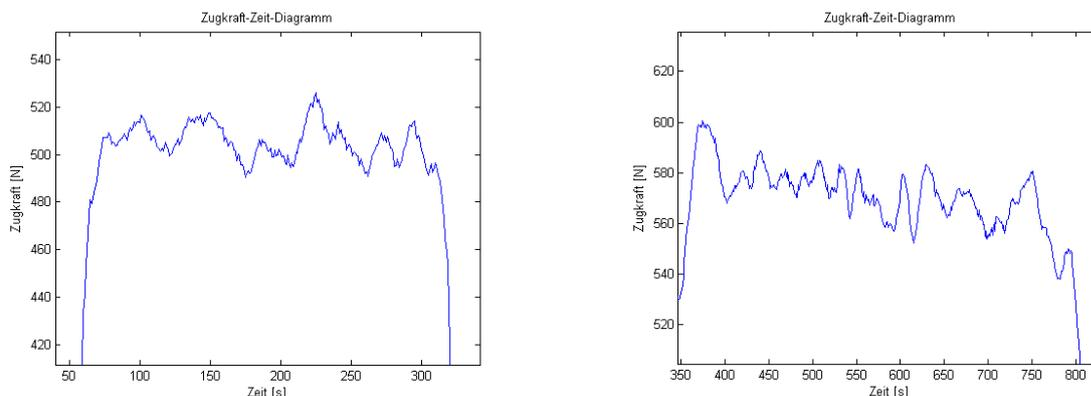

Bild 4: Konstante Kraft (links) und abfallende Kraft (rechts)
- Bild 4 zeigt zwei unterschiedliche Verläufe der Kraftkennlinien bei konstant gehaltener Yachttrimmung und unterschiedlichen Regattasituationen: